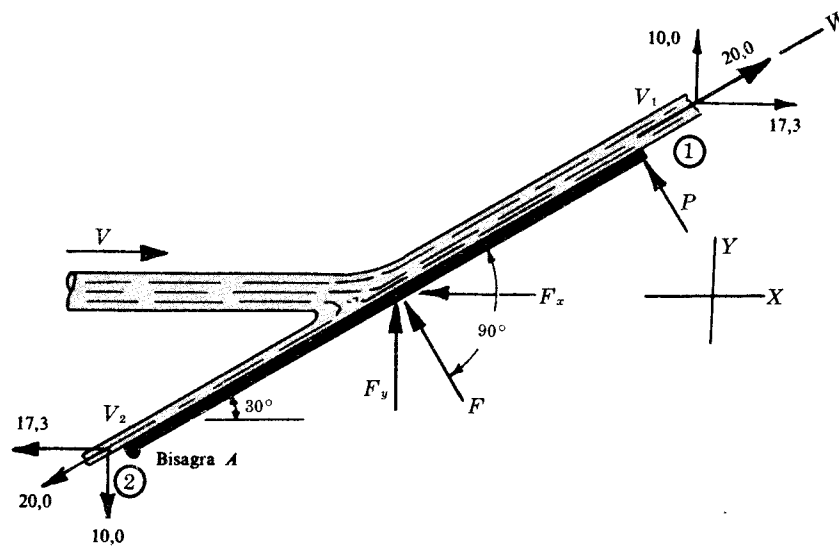

Fig. 11-9
15. Con referencia a la Fig. 11-9, un chorro de agua de 5 cm de diámetro choca con una compuerta cuadrada de 1,20 m de lado y que forma con la dirección del chorro un ángulo de 30° . La velocidad del chorro es de 20 m/seg e incide en el centro de gravedad de la compuerta. Despreciando el rozamiento, ¿qué fuerza normal a la compuerta habrá que aplicar en el extremo opuesto a la bisagra para mantenerla en equilibrio?